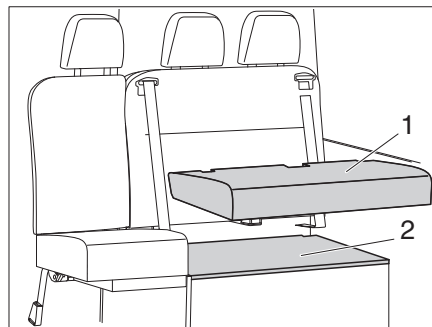

Bild 46 Sitzpolster auflegen
- Truhendeckel (Bild 46,2) einsetzen und Sitzpolster (Bild 46,1) auflegen.